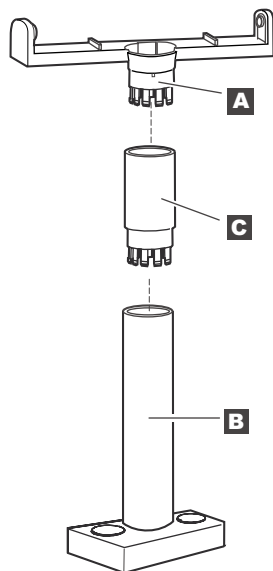

图 66. 连接字符/图形显示器支撑杆
1. 将显示器 (图 66 中的 **A**) 连接到支撑杆 ( **B** )。如果需要, 在 **A** 和 **B** 之间增加一个延长杆 **C**。